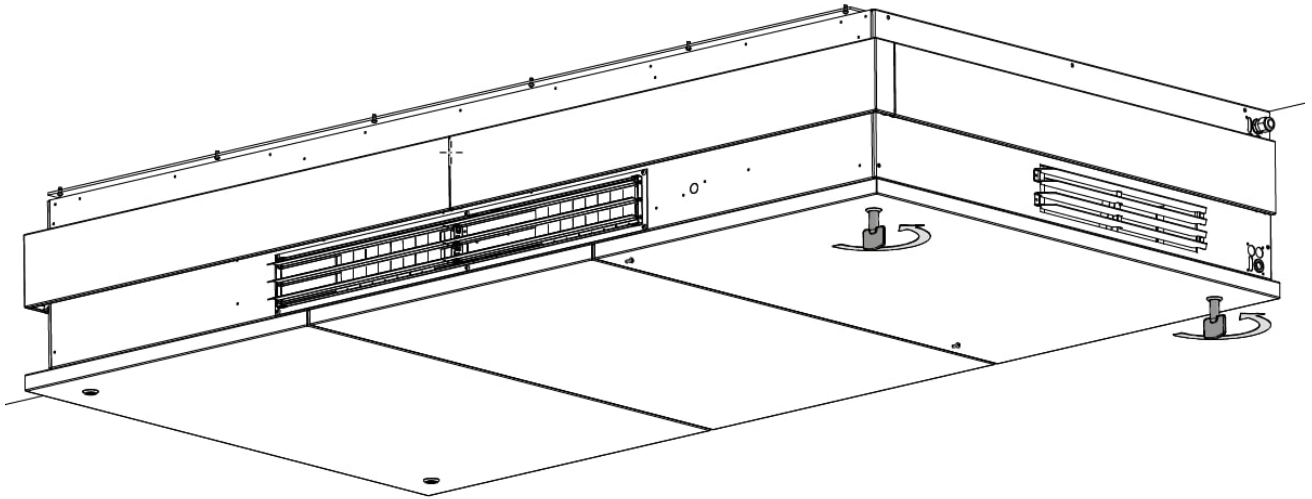

Afbeelding 55: De linker servicedeur vergrendelen
4. Vergrendel de servicedeur met de bijgeleverde sleutel, zie Afbeelding 55.